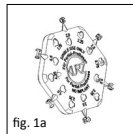

fig. 1a
■ **fig.1a, 1b/2** O disco medidor (fig. 1a, 1b) para próteses parciais possui seis medidores individuais disposto em forma de satélite e com comprimentos diferentes (2,0-4,5 mm). O comprimento é indicado no lado posterior de cada medidor (fig. 2). As aberturas e orifícios destinam-se a reduzir o peso, bem como a proporcionar uma melhor visão global durante a medição do ouvido médio.